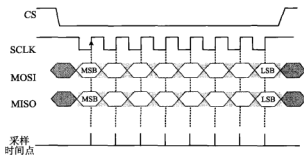

图 5.14.6 CPOL=1, CPHA=1
d) CPOL=1, CPHA=1 的情况如图 5.14.6 所示。
如图 5.14.6 所示,开始 SPI 接口处于空闲状态, SCLK 线保持在高电平状态。当 CS 跳变至低电平之后,开始数据传输。可以看到,数据在 SCLK 线的一个脉冲周期中的第 2 个边沿 (此处是正跳变) 得到传输。总结起来就是,当 CPOL=1 且 CPHA=1 时, SCLK 呈现负脉冲周期形式,数据在下降沿准备就绪,在上升得到存取。